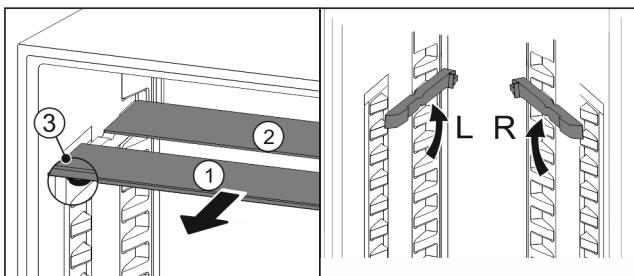

Fig. 73
- Izvucite Fig. 73 (1) staklene ploče jednu po jednu prema naprijed.
- Staklena ploča Fig. 73 (1) s ukrasnom letvicom nalazi se sprijeda.
- Zaustavljači Fig. 73 (3) su usmjereni prema dolje.